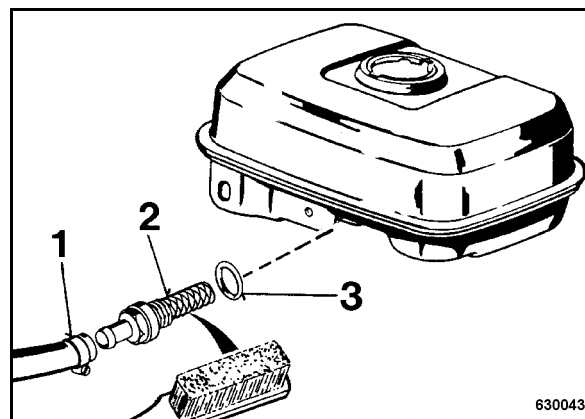

рис. 63
- Раскрыть зажим для трубок (1) (рис. 63), снять шланг.
- Вывинтить сетчатый топливный фильтр (2).
- Проверить уплотнение (3) на предмет повреждения; при необходимости, заменить.